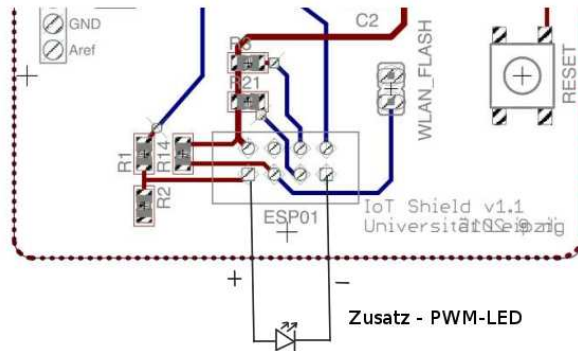

Abbildung 1: LED-PWM Board-Anpassung
1. Hardwaretechnische Anpassung: Positionieren Sie eine farbige LED2 auf den Funkschnittstellen-aufsatz gemäß der Abbildung 1.